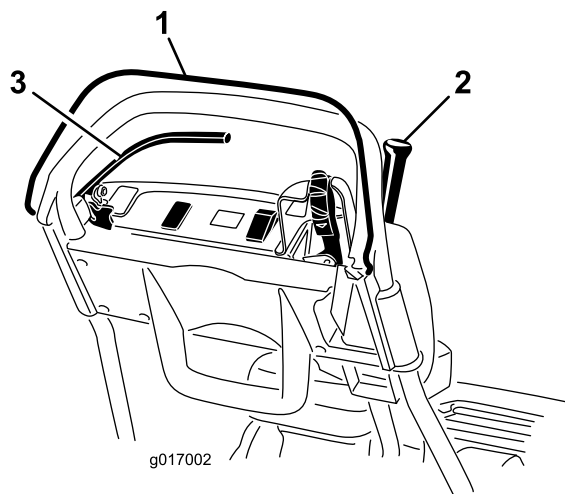

Figure 31
2. Relâchez la commande OPC et essayez d'engager le levier de commande de déplacement (Figure 31). Le levier de commande de déplacement ne doit pas s'engager. Si le levier de commande de déplacement s'engage, le système de sécurité doit être révisé. Corrigez le problème avant d'utiliser la machine.
3. Appuyez sur la commande OPC et engagez le levier de commande de déplacement, puis relâchez la commande OPC (Figure 31). Le levier de commande de déplacement doit s'engager. Si le levier de commande de déplacement ne s'engage pas, le système de sécurité doit être révisé. Corrigez le problème avant d'utiliser la machine.
4. Après avoir appuyé sur la commande OPC et déplacé le levier de changement vers la gauche, engagez le levier de commande de déplacement et du cylindre, puis relâchez la commande OPC (Figure 31). Le levier de commande de déplacement doit s'engager. Si le levier de commande de déplacement ne s'engage pas, le système de sécurité doit être révisé. Corrigez le problème avant d'utiliser la machine ; voir Entretien du contacteur de sécurité de déplacement (page 35).